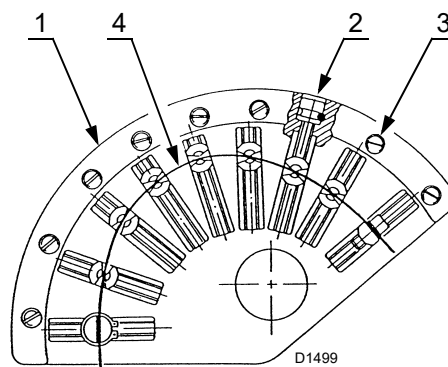

Рис. 34
- C Газовый кулачок:** поворачивайте регулировочные винты 2)(Рис. 34) после ослабления винтов 3).
Поворачивайте резьбовые регуляторы 2)(Рис. 34) после ослабления винтов 3).
Обозначения (Рис. 34)
- Отрегулируйте расход воздуха, регулируя кулачок с изменяемым профилем винтами 2)(Рис. 34).
- По достижении оптимальной регулировки не забудьте затянуть регулировочные винты кулачковых профилей винтами 3)(Рис. 34).